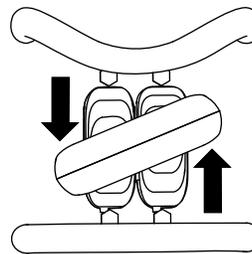

Рисунок 9
- Чтобы повернуть налево, поверните орган управления тягой против часовой стрелки (Рисунок 9).